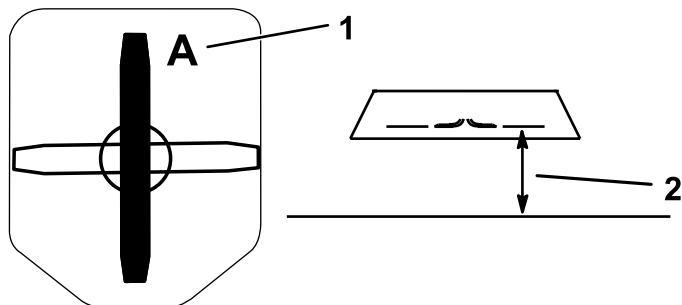

Figure 37
2. Mesurez la distance entre la surface plane et le tranchant (position **A**) de la lame (Figure 37).